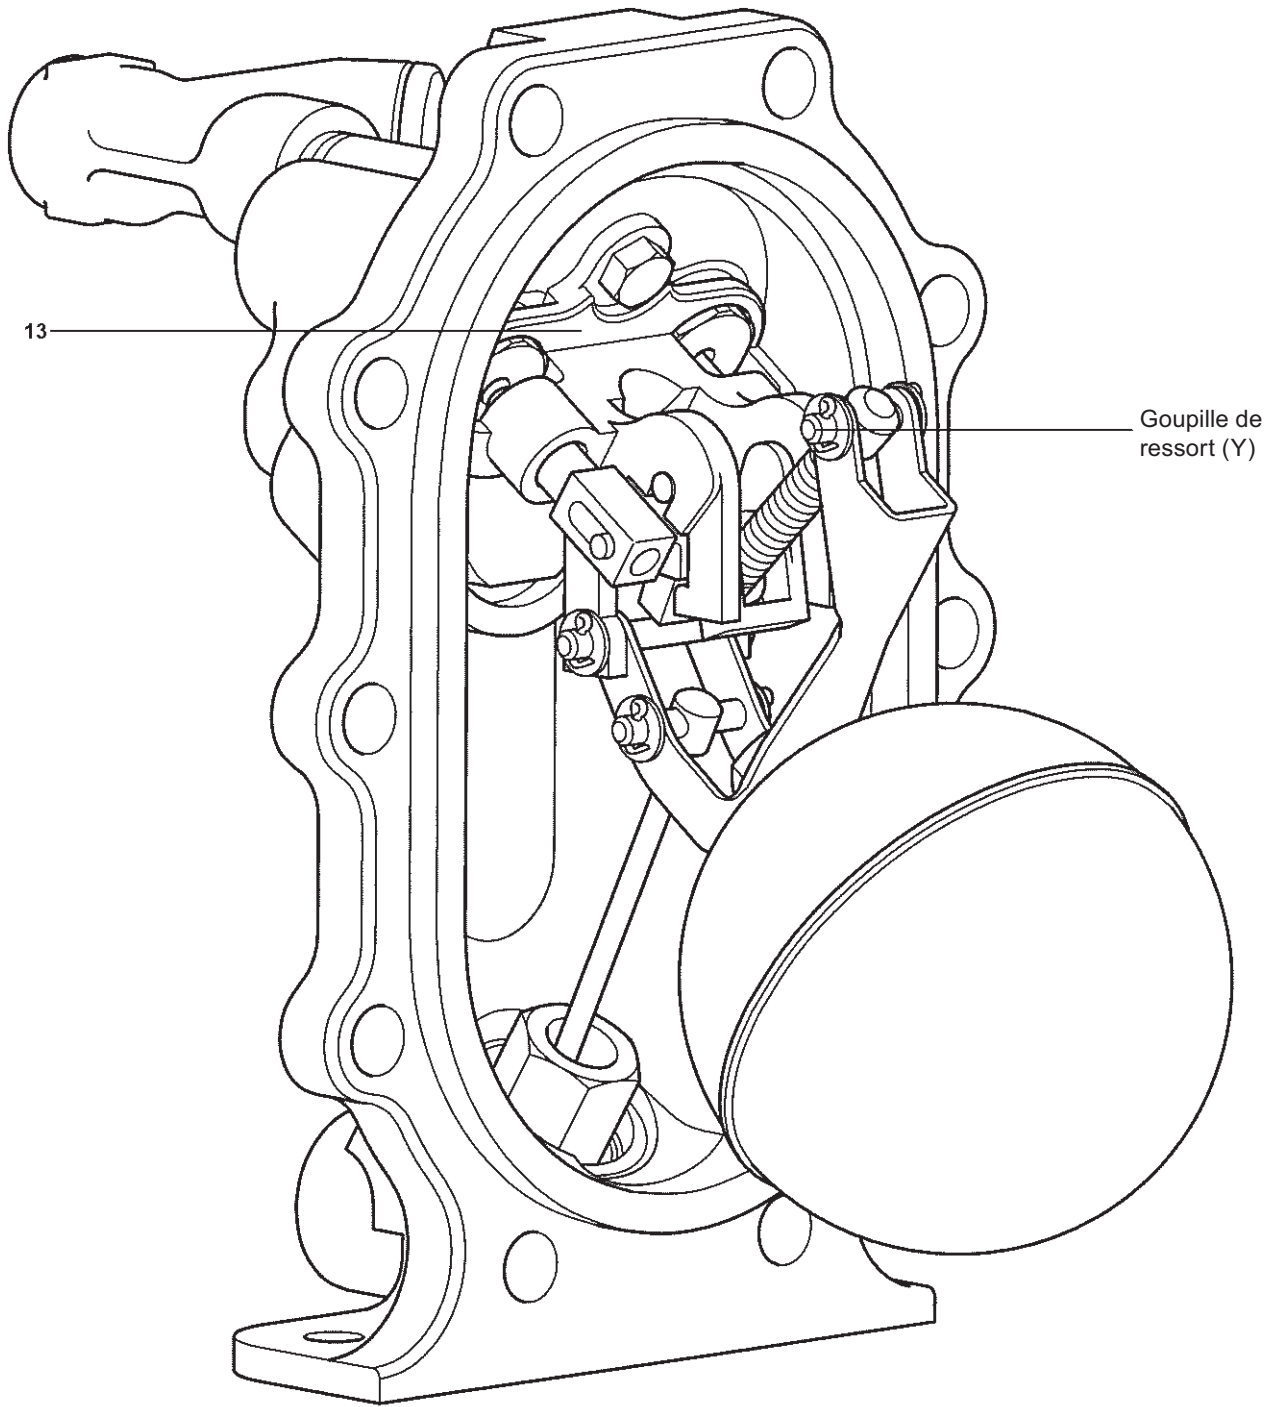

Fig. 25
22. Toujours utiliser de nouvelles goupilles et rondelles, lors de la remise en place de la goupille de maintien de ressort (Y) (30 mm de long).
**Nota** : Le mécanisme a été étudié pour se régler automatiquement, simplifiant le montage de nouvelles pièces. Si après l'assemblage le mécanisme ne fonctionne pas correctement, vérifier toutes les pièces qui ont été assemblées et alignées comme sur la Fig. 25.
26. Reconnecter la ligne d'alimentation vapeur motrice et la ligne d'échappement respectivement sur les orifices repérés (S) et (E), et l'entrée du condensat et la sortie sur les orifices marqués (IN) et (OUT). L'APT10-4.5 est maintenant prêt pour une remise en service.